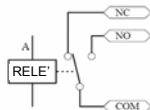

Figura 3
3. Uscita elettroserratura (v. Figura 3)